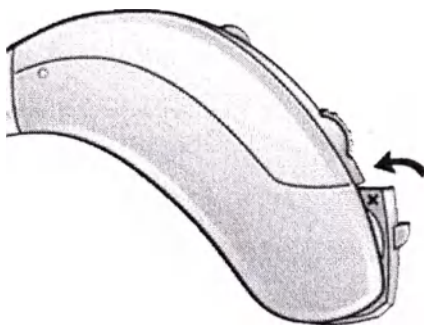

Рисунок 4 – Включение аппарата
4.2.1 Включите слуховой аппарат, закрыв батарейный отсек (рисунок 4), при этом включится первая программа прослушивания.